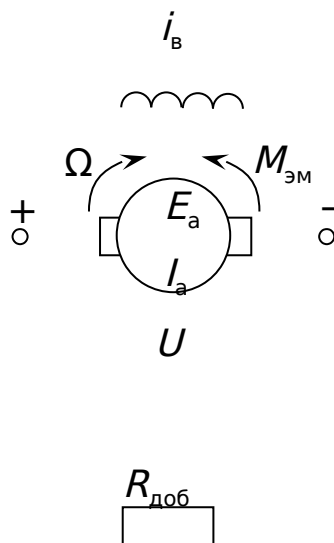

Рис. 6.2. Поясняющая электрическая схема для решения
12. Схема динамического торможения двигателя постоянного тока с параллельным возбуждением (рис. 6.2):